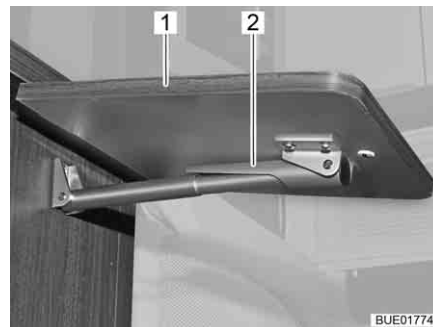

Fig. 123 Mesa de bar plegable, desbloqueada
- Agarrar el extremo de la mesa de bar plegable (Fig. 123,1) y levantar la misma un poco. Con la otra mano, girar hacia abajo el dispositivo de fijación (Fig. 123,2) en el soporte telescópico.